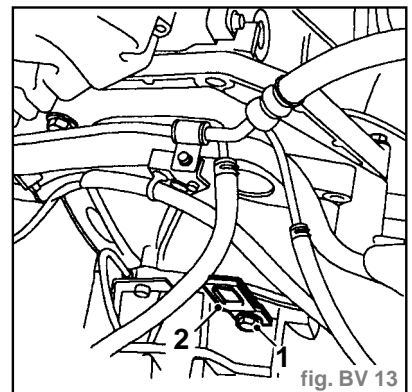

fig. BV 13
- Enlever les 2 boulons maintenant le silentbloc moteur gauche sur le support de la boîte de vitesses (2).
- Déposer le silentbloc moteur (3).
- Enlever les 2 boulons maintenant le support de silentbloc sur la boîte de vitesses et déposer le support de boîte (4).
- Enlever le boulon maintenant le carter de la boîte de vitesses sur le carter de différentiel (1) (fig. BV. 13).